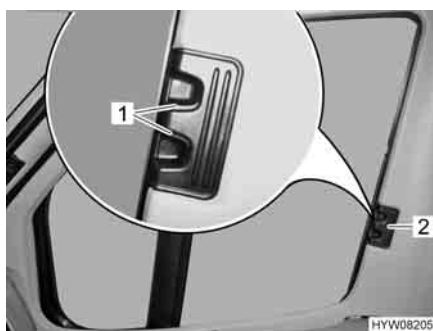

Fig. 45 Tendina oscurante pieghevole per il finestrino del conducente/passeggero
- Comprimere le levette di bloccaggio (Fig. 45,1) e mantenerle in questa posizione.
- Con la levetta (Fig. 45,2) tirare le tendine oscuranti pieghevoli per il finestrino del guidatore e del passeggero verso l'altro lato della finestra e congiungerle alle strisce magnetiche.
- Inserire fino all'arresto le tendine oscuranti pieghevoli per il finestrino del guidatore e del passeggero per la maniglia (Fig. 45,2).
- Rilasciare le levette di bloccaggio (Fig. 45,1) e mantenerle innestate.